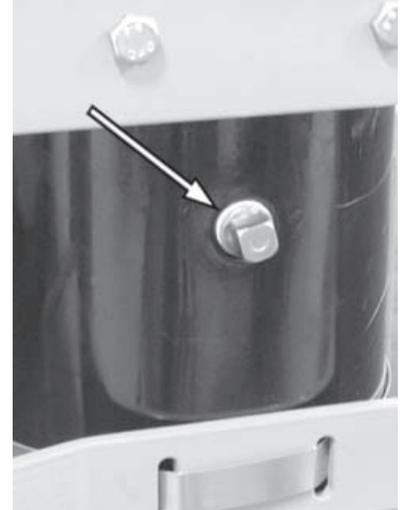

Abbildung 16.
10. Siehe Abbildung 16. Einfüllstopfen entfernen und Flüssigkeit aus dem Tank lassen.